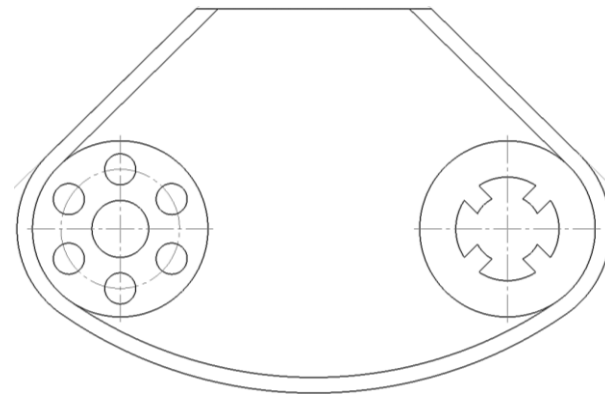

Рис. 63. Удаление частей элементов
2.12.6 На компактной панели. Выбрать окно **Редактирование**  – **Усечь кривую** . Удалить лишние элементы в соответствии с заданием (рис. 63).